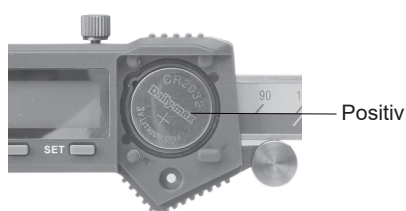

Abb. 2
---Legen Sie die CR2032-Batterie in das Batteriefach ein, die positive Seite der Batterie (+) sollte nach außen zeigen (Abb. 2).